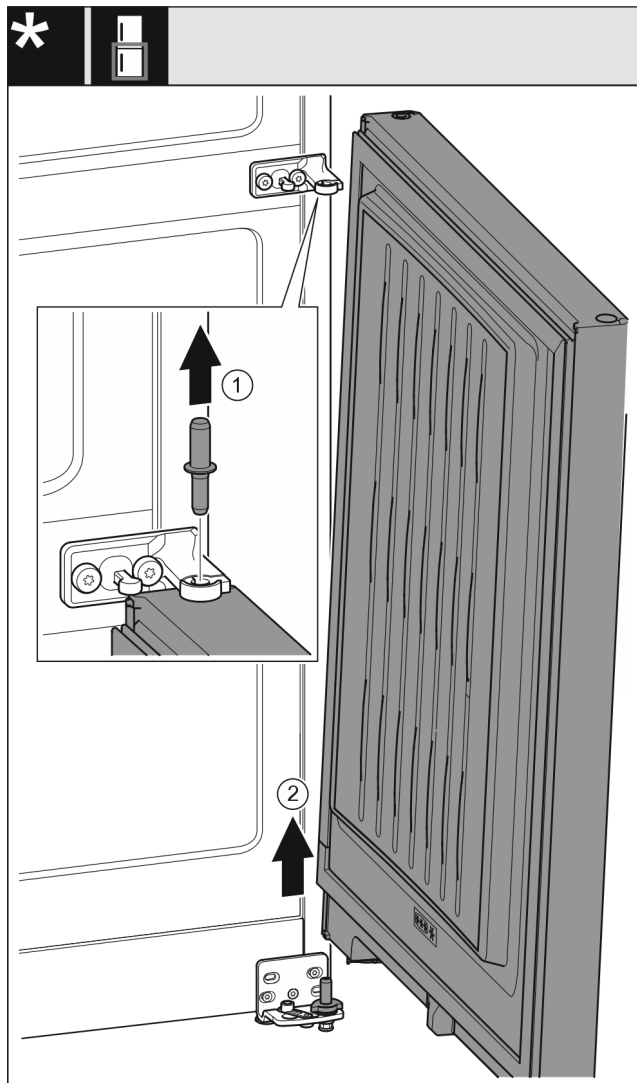

Fig. 26 Без амортизатора закрывания двери*
- ▶ Извлеките палец Fig. 26 (1) движением вверх.*
- ▶ Отведите дверь Fig. 26 (2) в сторону, потяните вверх и оставьте ее.*